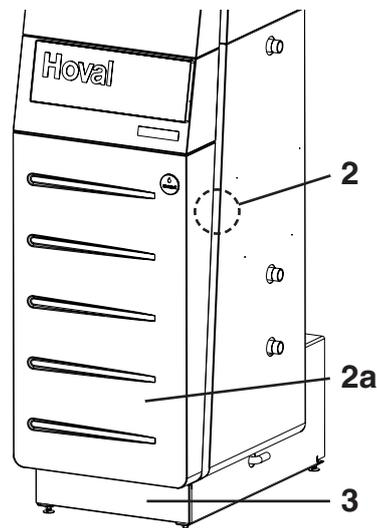

Bild 25
3. Rimuovere la calotta frontale (2a, fig. 25). Allentare i bulloni di sicurezza laterali (2) (circa ¼ di rotazione a sinistra ed estrarre fino ad arresto). Sollevare verso l'alto la calotta mantenendola dritta e sfilarla in avanti.
4. Rimuovere la lamiera dello zoccolo (3). Sollevare verso l'alto la lamiera dello zoccolo mantenendola dritta e rimuoverla.
12. Montare la calotta frontale (2a) e la lamiera dello zoccolo (3, fig. 25).